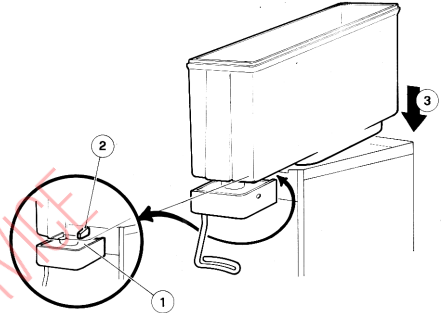

Bild 8
CADDY 5/2 - 5/3 - 5/4: sicher stellen, daß das obere Ende des Hahnenkörpers (1) unterhalb des von der Abtropffläche hervorragenden Rückhaltzahns (2) liegt (Bild 8).